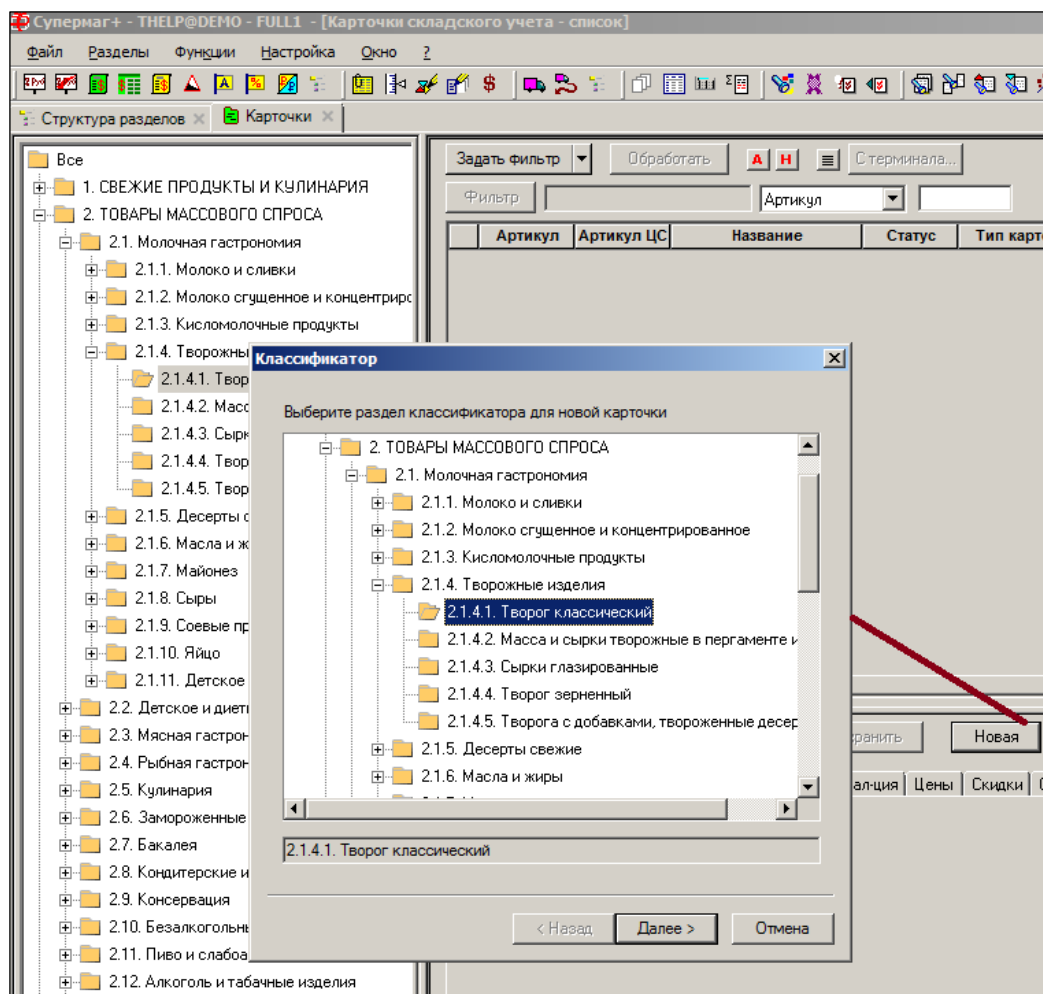

Рисунок 90 – Выбор узла классификатора
**Шаг 1.** По кнопке **Новая** в первом всплывающем окне «Мастера диалога...» (Рисунок 90) следует выбрать узел классификатора, к которому будет привязана карточка. Создаваемая карточка будет наследовать все характеристики, установленные для данного узла классификатора по умолчанию.